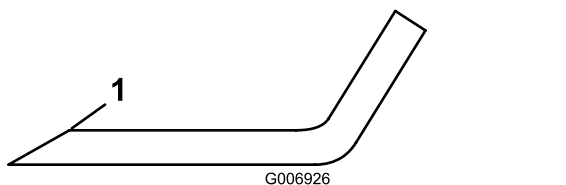

Figure 75
4. Examinez les tranchants de toutes les lames. S'ils sont émoussés ou ébréchés, affûtez uniquement le haut du tranchant et conservez l'angle de coupe d'origine pour obtenir une coupe nette (**Figure 75**).